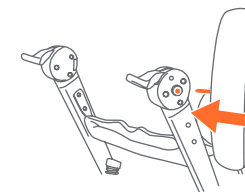

Fig. 2a
- 2) • Incline el carrito hacia delante y presione el poste de la rueda trasera dentro del cubo del armazón trasero hasta que se trabe y haga clic (Fig. 2a). **Nota:** Tire de la rueda trasera para cerciorarse de que esté sujeta de manera segura al carrito.